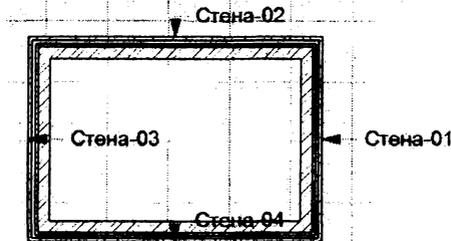

Рисунок 49
1. Начертите в плане несколько многослойных стен (рис. 49).